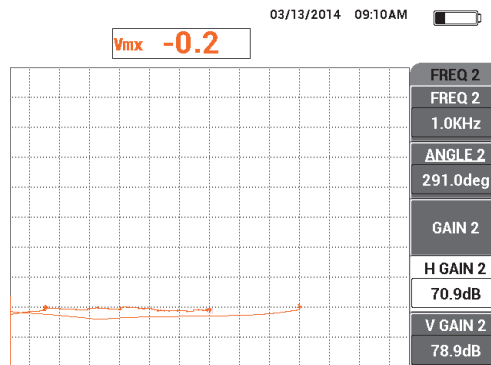

Abbildung 5-107 Einstellen von H VERST 2
15. Beim festem Drücken der Sonde an Position 2 auf dem Justierkörper, beobachten Sie den Signalpunkt **MIX** und drücken Sie die Menütaste MAIN FILTER (). Drücken Sie die Funktionstaste D, um **H VERST 2** zu verringern bis der Signalpunkt **MIX** nicht mehr als über 3 Skalenteile links vom Nullpunkt hinausgeht (siehe Abbildung 5-107 auf Seite 218).